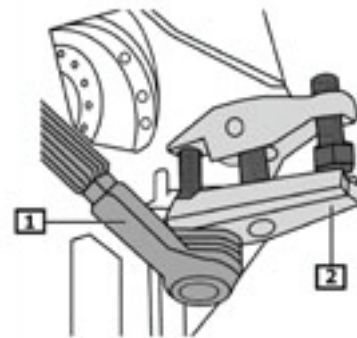

Fig. 3:
- **Fig. 3** Spurstange (1) mit Spezialwerkzeug (2) vom Achsträger trennen.
- **Fig. 3** Use a special tool (1) to detach tie rod head (2) from axle bracket.
- **Fig. 3** Séparer la bielle de connexion (1) du support d'essieu (2).
- **Fig. 3** Separar con la herramienta especial (1) la barra de dirección (2) del soporte del eje.